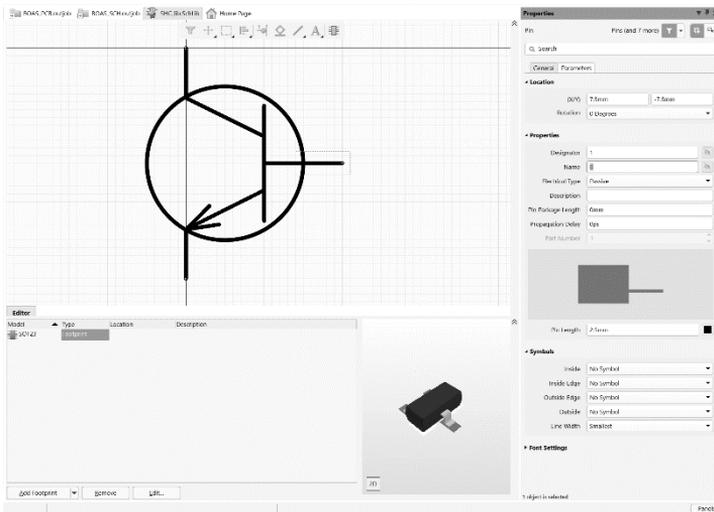

Рис. 3.27. Компонент с посадочным местом и свойства выделенного пина
4. Нажать клавишу «OK», чтобы выбранное посадочное место привязалось (см. рис. 3.27)